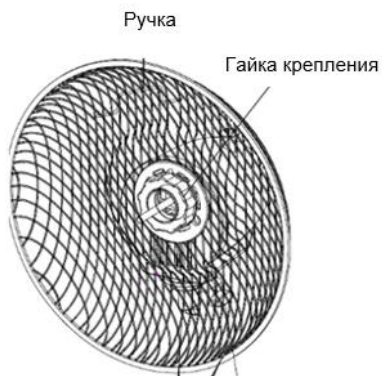

Рисунок 2
- Установите заднюю защитную сетку. При этом ручка для переноса на сетке должна быть вверх (рисунок 2)